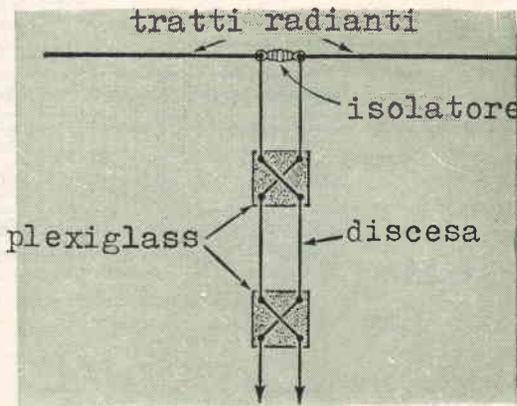

Fig. 6
Quando l'antenna è usata soltanto in ricezione, i conduttori della linea di discesa possono essere invertiti di posizione varie volte, come in Fig. 6, per ridurre ulteriormente le interferenze statiche. Per questo scopo, si possono usare dei rettangoli di plexiglass od altro materiale isolante e, per evitare cortocircuiti tra i due conduttori, se ne fa passare uno per facciata. Con l'espedito che abbiamo indicato, l'antenna Levy risulterà ancor di più insensibile alle interferenze statiche locali, perchè l'intensità dell'interferenza risulterà distribuita molto più equamente in ciascun conduttore della discesa, annullando così il più possibile il segnale interferente all'ingresso del ricevitore.
- Fig. 6 - Discesa con trasposizione.